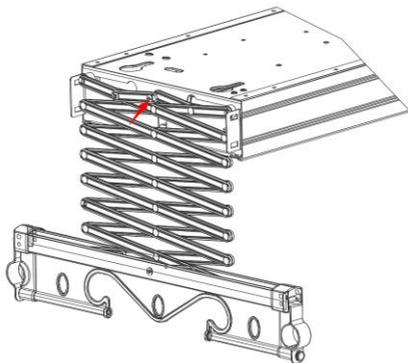

图 4
7. 拆下两端的端盖，再将剪刀架上的滑轮槽套在主机孔的铁板上，然后锁紧剪刀架固定螺丝。同时取下主机上有电机一端套在开关上的红色海绵。如图 4 所示